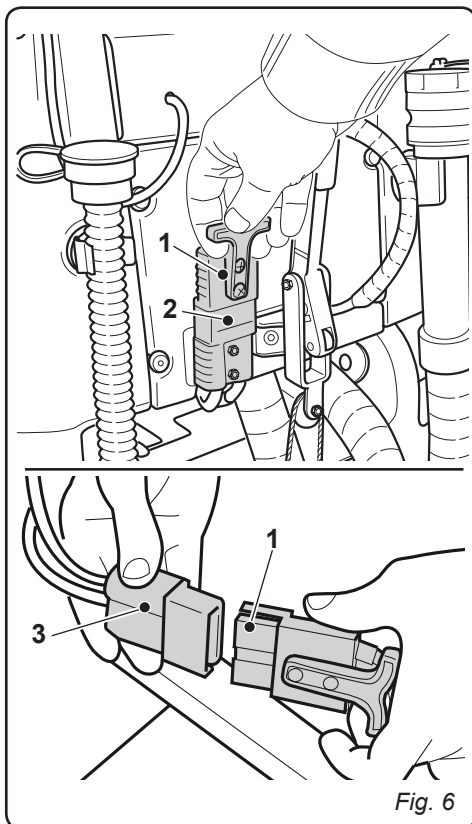

Fig. 6
4.1.b - Carica della batteria tramite caricabatterie esterno (Fig. 6)
- Staccare la spina (1) delle batterie dalla presa (2) dell'impianto.
- Collegare la spina (1) delle batterie alla presa (3) del caricabatterie esterno.
- Alla fine della ricarica delle batterie ricollegare la spina (1) delle batterie alla presa (2) dell'impianto.